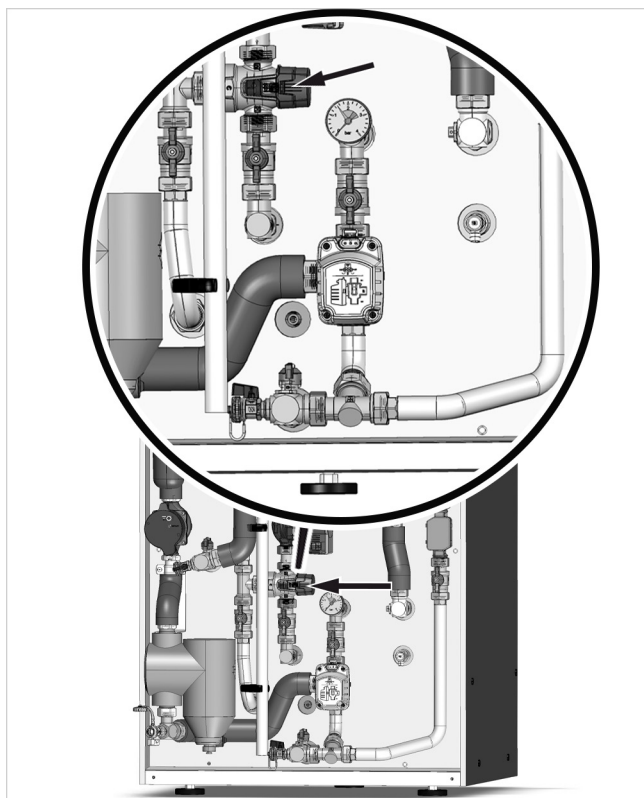

Fig. 35: Válvula mezcladora térmica en SolvisLeo 180
- WWS-23: «65 °C» (véase → fig. 35)